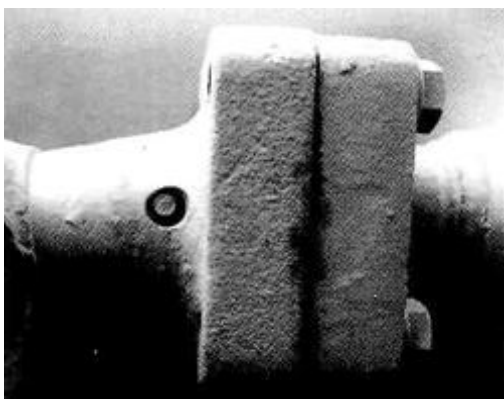

Рис. 6-13
10. Смазать шаровое соединение рычага (см. Рис. 6-13) 2 части